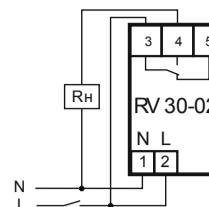

Рис. 2: схема подключения нагрузки мощностью до 4,4 кВт к устройству
7.2. Если мощность нагрузки не превышает 4,4кВт, подключите нагрузку к изделию согласно рис.2. Для этого используйте одножильный или многожильный провод с двойной или усиленной изоляцией сечением, соответствующим мощности нагрузки. Фазное напряжение подается на контакты 2 и 3 изделия. Напряжение может подаваться через выключатель W или напрямую.